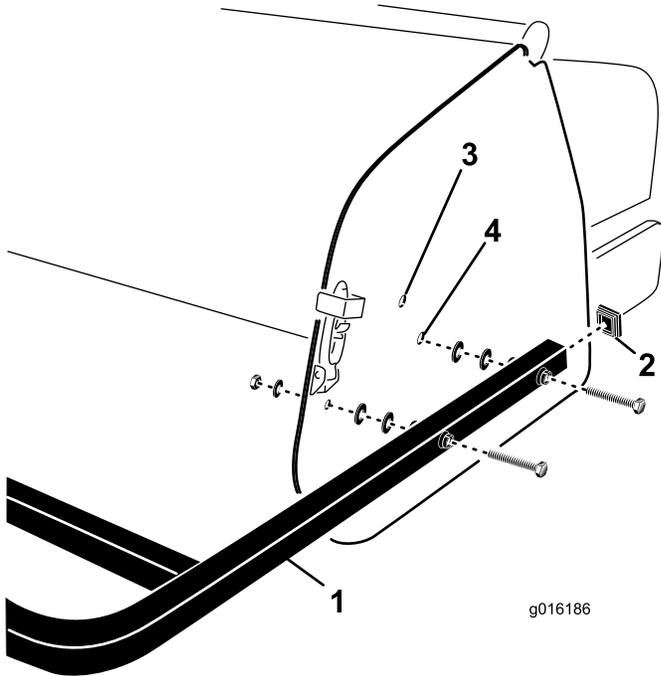

图29
1. 将端盖插入各后护罩管的端部（图29）。
2. 将后护罩安装管中的孔与打孔机侧板中的孔对齐（图29）。
3. 使用（4 个）螺丝、扁平垫圈和螺母将护罩安装管固定到侧板（图29）。